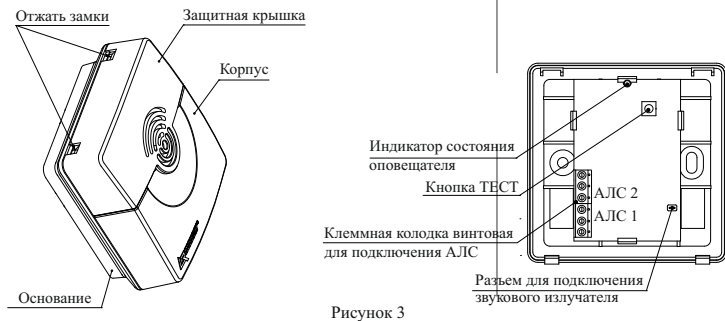

Рисунок 3
5.5 Контроль работоспособности оповещателя осуществляется нажатием на кнопку ТЕСТ (рисунок 3) или направлением луча оптического тестера ОТ-1 на индикатор (луч следует направлять перпендикулярно плоскости установки оповещателя). При контроле оповещатель переходит в состояние «Тест», при котором индикатор непрерывно светится. Состояние «Тест» удерживается оповещателем до получения команды «Снять тест», формируемой прибором. В журнале событий прибора регистрируются записи «Тест есть», а по команде «Снять тест» – «Тест нет».
6.4 Для установки оповещателя необходимо отжать замки и аккуратно отсоединить крышку корпуса вместе с защитной крышкой от основания (рисунок 3).